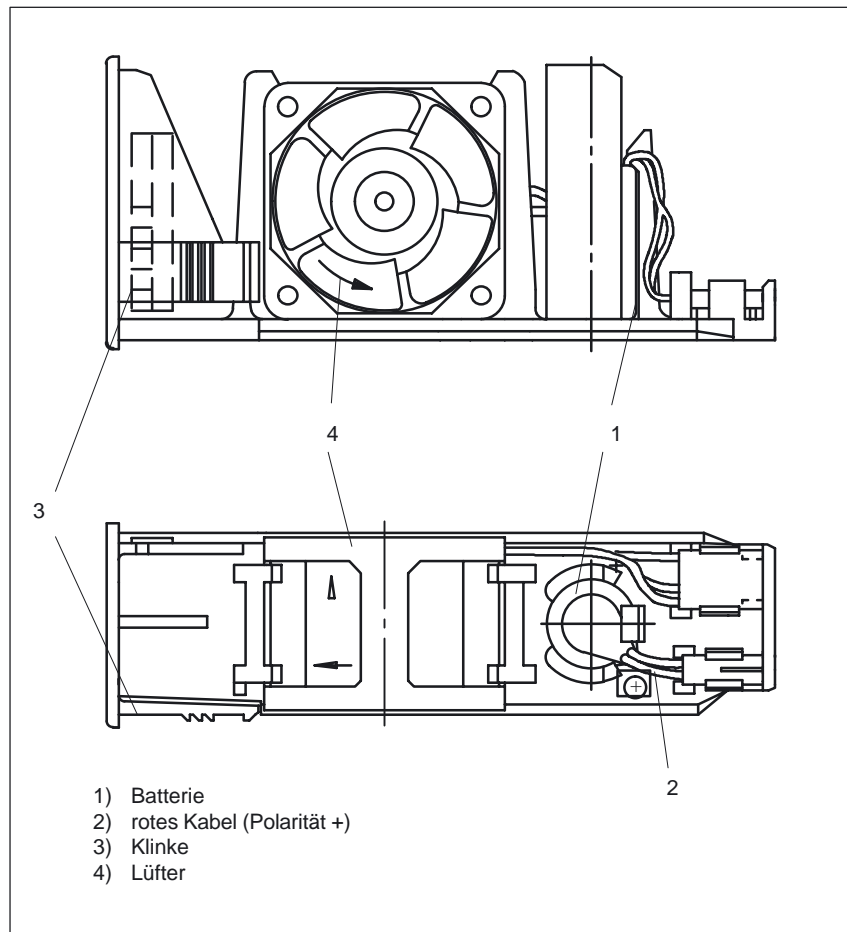

Bild 8-1 Batterie/Lüftereinschub
2. Einschub herausziehen. Auf der Unterseite des Einschubes befindet sich eine Klinke (3), siehe Bild 8-1. Drücken Sie die Klinke (3) nach oben und ziehen Sie gleichzeitig den Einschub nach vorn heraus.